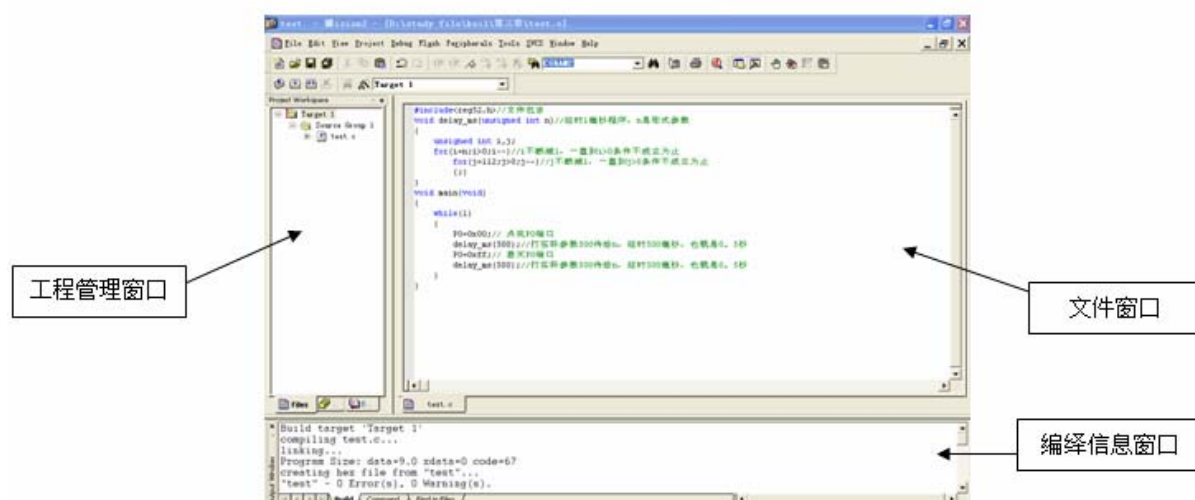
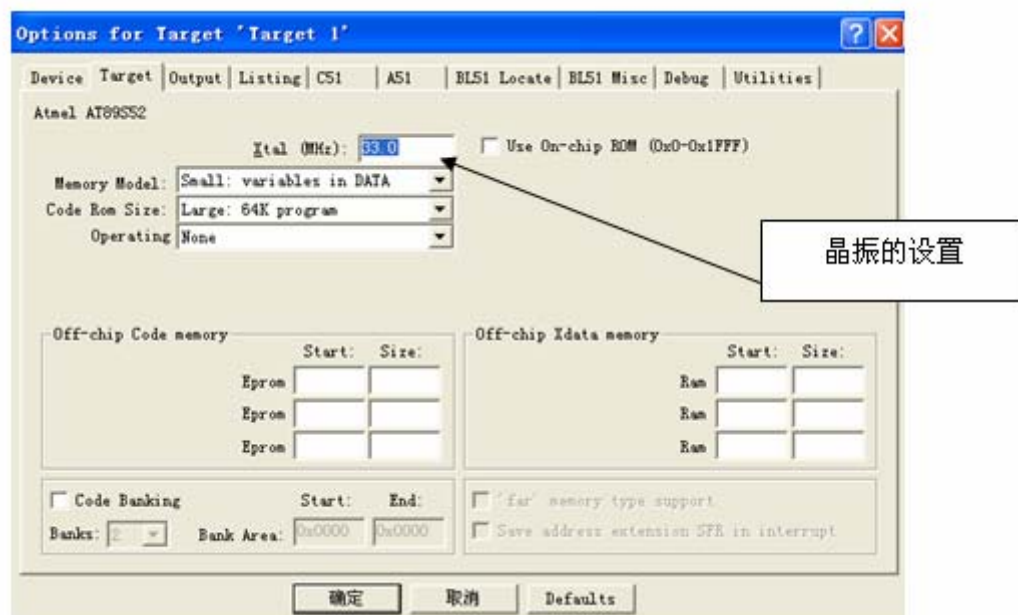
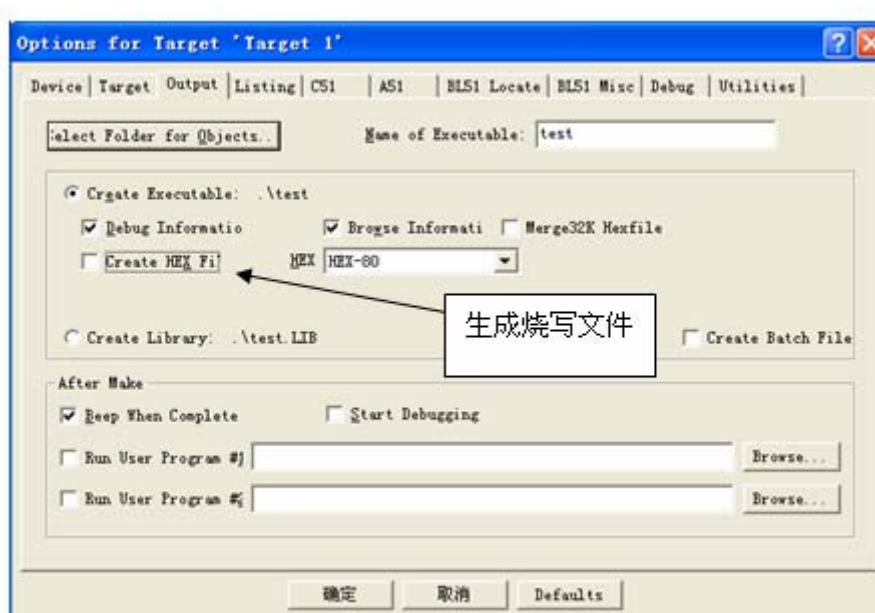
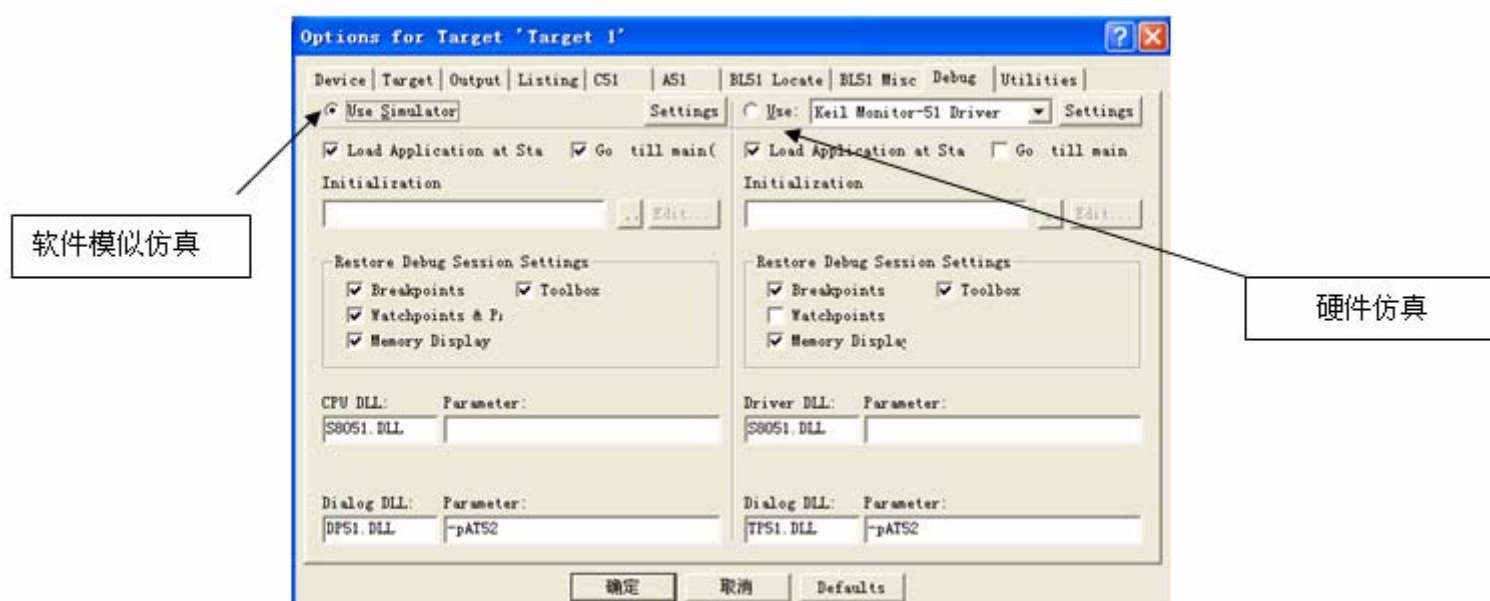

图 2-15
图 2-16
图 2-17
图 2-18
把程序装入 keil 之后的画面如图 2-15。
(1) 在图 2-15 的画面中点击 ，会弹出如图 2-16 的对话框。其中有 10 个选择页。选择“Target”项，也就是图 2-16 的画面。
在图 2-16 中，箭头所指的是晶振的频率值，默认是所选单片机最高的可用频率值。该设置值与单片机最终在电路运行中的程序代码是无关的，这只是供我们在软件调试时，显示程序执行的时间（关于如何看时间，这个在后面章节中会详细讲解），一般设置为单片机运行的晶振值（实验板的晶振值为 11.0592MHZ），正确的设置可以显示单片机的实际运行时间，但是如果你在调试程序时不是很关心程序的运行时间，那你也可以不用理会它。
（2）在图 2-16 的画面中点击“Output”页，会弹出如图 2-17 的对话框。
在图 2-17 的对话框中，☐ **Create HEX File** 是生成烧写文件的选项，它的扩展名是“.hex”在默认的情况下是未被选中的。因为我们稍后要将程序烧写到实验板中去，所以在这里选中该项。在默认情况下这个“.hex”文件的存放路径与我们开始时建立项目工程的存放路径相同。只要将这个“.hex”的文件烧写到单片机里面去，其运行的结果与你想象中的一致，那你的电子产品就开发成功了。
(3) 在图 2-17 的画面中点击“Debug”页，会弹出如图 2-18 的对话框。
在图 2-15 中我们已经把程序装 keil 中，现在我们就来进行编译与连接。在图 2-15 界面的左上角，
4. 在图 2-18 的界面中设置为硬件仿真。点击旁边的 **Settings** 按钮会弹出如图 2-25 的对